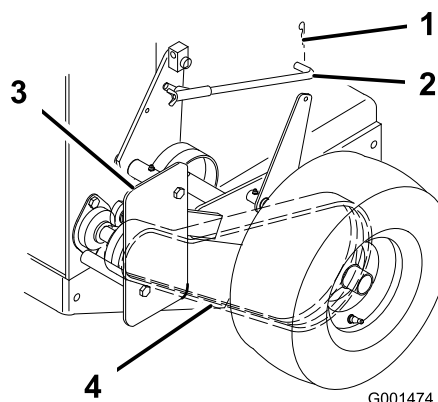

Figura 39
1. Retire el pasador de horquilla que sujeta la varilla del freno al brazo del freno para aliviar la tensión en la polea tensora de la correa (Figura 39).
2. Retire el perno inferior y afloje los pernos superiores del protector para poder girarlo y facilitar el acceso a la correa (Figura 39).
3. Eleve la correa, desacóplela de la polea tensora y retírela de la polea de transmisión (Figura 39).
6. Sujete el deflector con los pernos retirados anteriormente, y apriete los pernos (Figura 39).
7. Sujete la varilla del freno al brazo del freno con un pasador de horquilla (Figura 39).